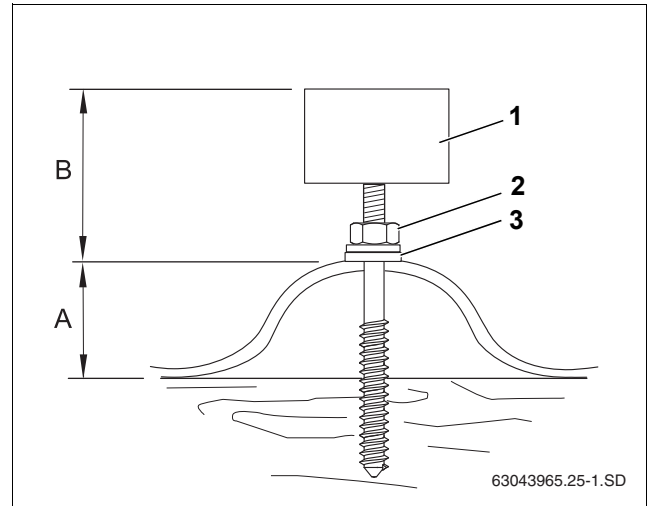

Рис. 24 Шпилька, установленная на крыше с покрытием волнистыми листами
Размер В (таб. 7 и рис. 24) должен быть одинаковым для всех шпилек.
- Закрутите гайку (рис. 24, [2]) до полного прилегания к крыше уплотняющей шайбы (рис. 24, [3]).